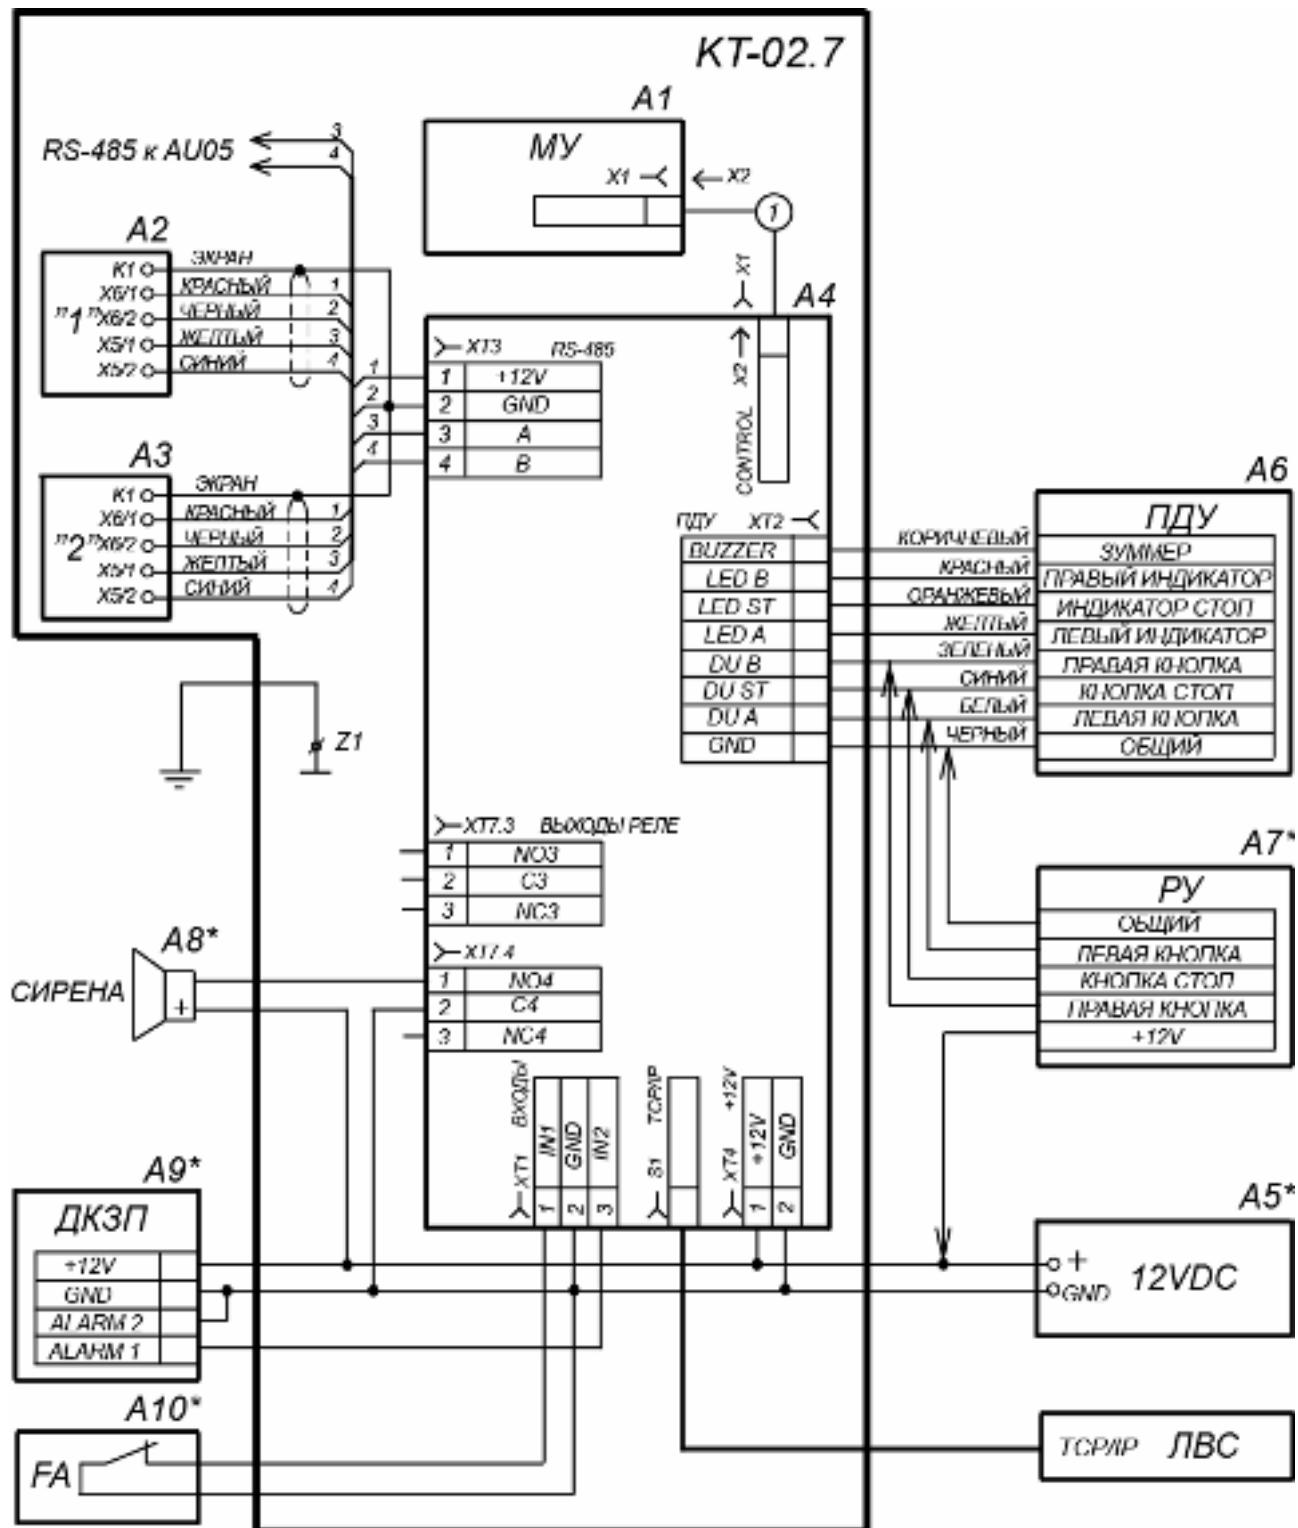

Рисунок 12. Схема подключения ЭП и дополнительного оборудования¹
Расположение клеммных колодок на плате контроллера ЭП показано на рис. 5, назначение контактов клеммных колодок указано в табл. 1. Схема подключения приведена на рис. 12. Используемые при подключении типы кабелей указаны в табл. 4. При монтаже ЭП придерживайтесь следующей последовательности действий:
8. Снимите крышку турникета (3), открыв ключом замок (4) (см. раздел 5.4).
9. Подключите кабель питания (12) к клеммной колодке XT4 на плате контроллера. Подключите кабель (10) ПДУ (9) к клеммной колодке XT2. Подключите, при необходимости, кабели от других устройств к соответствующим клеммным колодкам платы контроллера (см. рис. 5 и рис. 12).
позиционные обозначения А1-А4 – указаны на рис.12.